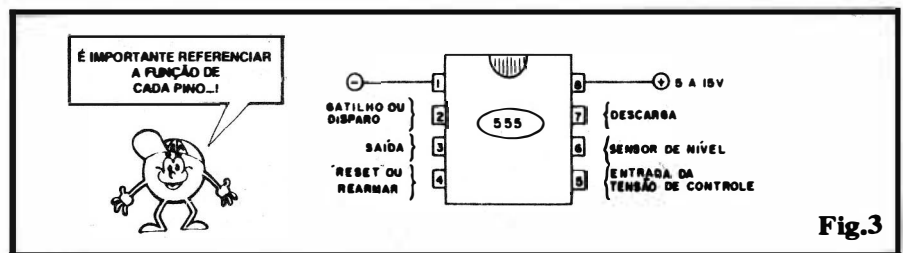

Fig.3
- FIG. 3 - PINAGEM E FUNÇÕES
MONOESTÁVEL (temporizador) de precisão. O primeiro requisito é que os pinos 8 e 1 estejam recebendo a conveniente alimentação (sempre entre 5 e 15V). O pino 5 (Entrada da Tensão de Controle externa), na maioria dos casos, não precisa ser usado... O principal pino de comando - 2 - responsável pelo gatilhamento do MONOESTÁVEL, deve ficar, em repouso, **positivado** através de um resistor (R1), cujo valor típico situa-se entre 10K e 100K... Observem, no arranjo, que uma breve pressão sobre o **push-button** PB1 permite aplicar um **pulso negativo** ao pino de disparo, com toda facilidade e simplicidade, com o que será dado início ao período da Temporização. Os pinos 6 e 7 (respectivamente - vejam figs. 3 e 4) responsáveis pelo "sensor de nível" e "descarga do capacitor externo" são juntados, e a eles são ligados os (importantes) componentes externos responsáveis pelo "tamanho" da Temporização, ou seja: o Resistor RT (ao **positivo** da alimentação) e o Capacitor CT (ao **negativo**...). Observem que o pino 4 (reset), de modo a não interferir com o processo da Temporização, deve permanecer em repouso, positivado (ligado à linha do positivo da alimentação). A saída de Temporização é recolhida, então, no pino 3... Lembrando que o "comportamento" dos sinais presentes nos pinos se dá conforme sugere o diagrama 5-A, e dependendo do que "esperamos" acontecer com a carga (RC), esta tanto poderá ser posicionada entre o tal pino 3 e a